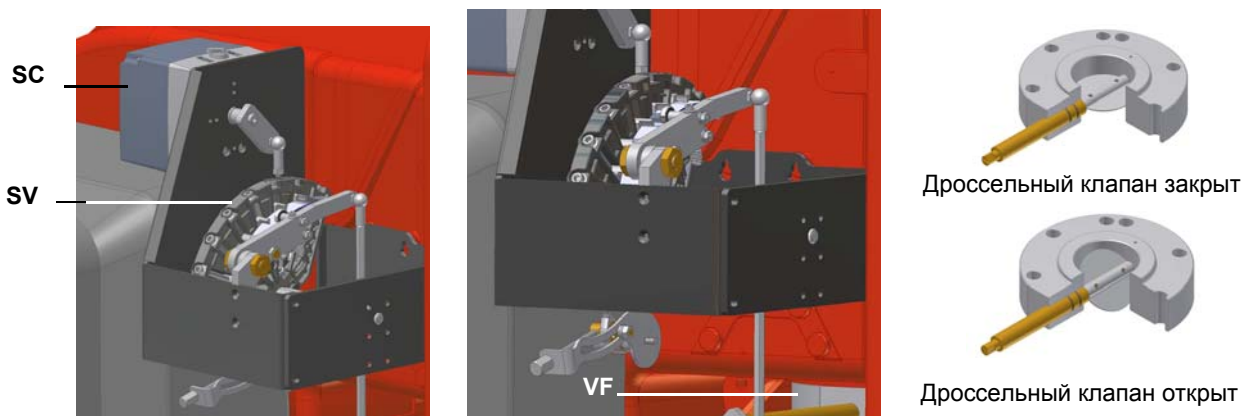

Рис. 14
- 7 установить вручную варьируемый сектор **SV** (см. Рис. 14) в положение большого пламени, проверяя постоянно содержание уходящих газов, и заблокировать его на желаемом положении, установив сервопривод в положение автоматической работы AUTO (с помощью соответствующего переключателя - см. фото)
- 12 После регулировки расхода воздуха и газа на максимальной мощности, приступить к регулировке всех точек варьiruемого сектора **SV** (см. Рис. 14), вплоть до точки минимальной мощности, для этого смещая постепенно варьiruемый сектор и регулируя каждый винт **V**, до тех пор пока Вы не настроите профиль стальной пластинки, действуя так, как описано в последующих пунктах.
- 13 для того, чтобы изменить положение сектора **SV** (см. Рис. 14), установить сервопривод на режим MAN, повернуть сектор и вновь установить сервопривод в режим AUTO, для того, чтобы заблокировать сектор;
- 14 воздействовать на винт **V** (см. Рис. 14), соответствующий двум подшипникам напротив на варьiruемом секторе;